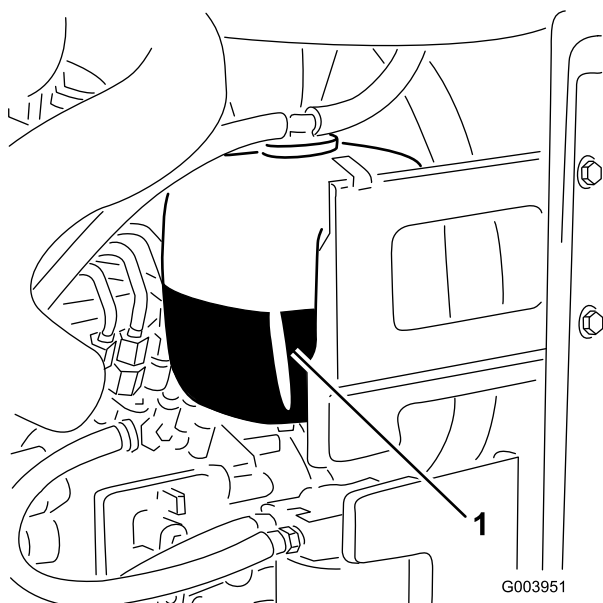

Figure 71
1. Vérifiez le niveau du liquide de refroidissement dans le vase d'expansion (Figure 71).